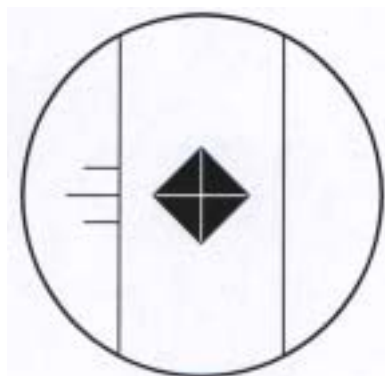

图 6-10 正确的像
4. 在 20×物镜位置观察像，正确的像应该有一条对角线保持水平，如图 6-10。